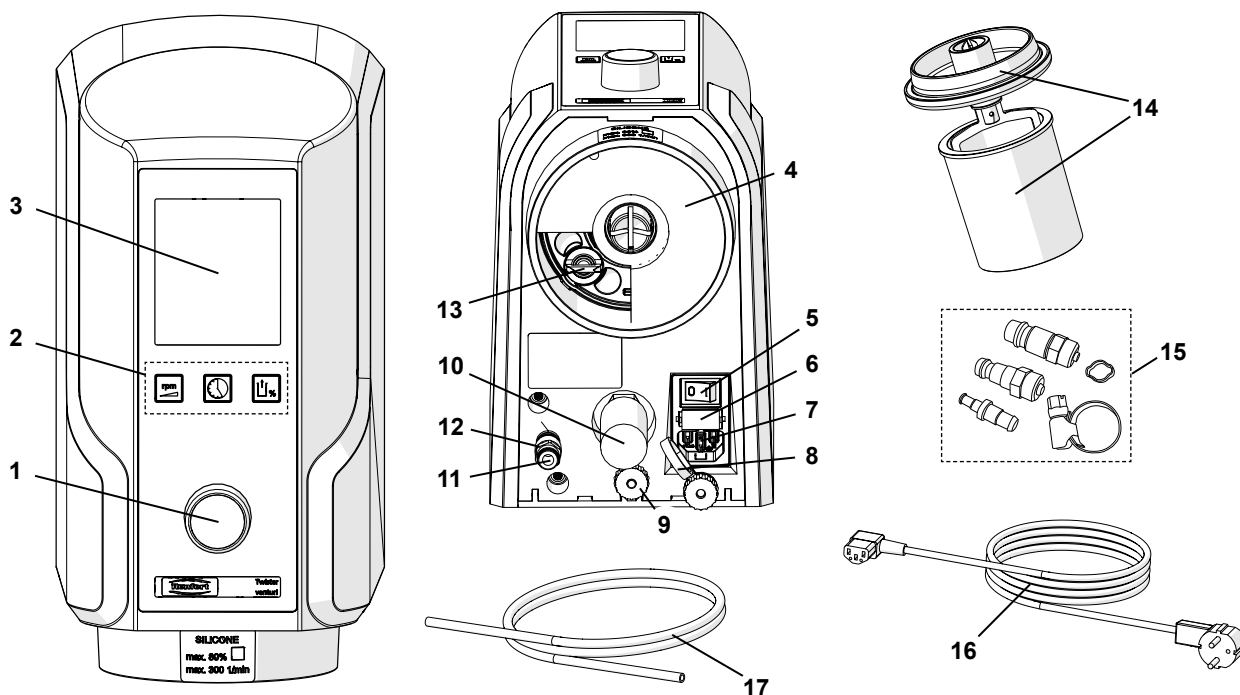

Fig. 1
- ⇒ Introducir la manguera de aire comprimido (17) hasta el tope de la toma de la manguera de aire comprimido (11), superando para ello perceptiblemente una ligera resistencia. Para ello hay que salvar una ligera resistencia.
- ⇒ Para la conexión a la red de tubería de aire comprimido, elija primero la apropiada pieza de empalme incluida en el juego adjunto (15, Fig. 1) y fíjela a continuación en el extremo del tubo flexible.
Conecte y desconecte el aparato a través del interruptor conectador/desconectador del aparato (5, Fig. 1).